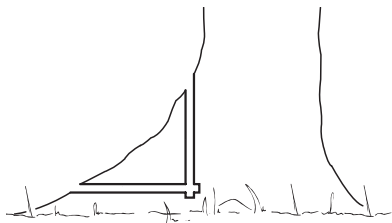

Рис. 21. Очистка ствола
- 4.2. Подпилите большие прикорневые наплывы: первым должен подпиливаться наибольший корневой наплыв — сначала вертикально, затем горизонтально — только у здорового дерева (Рис. 21).